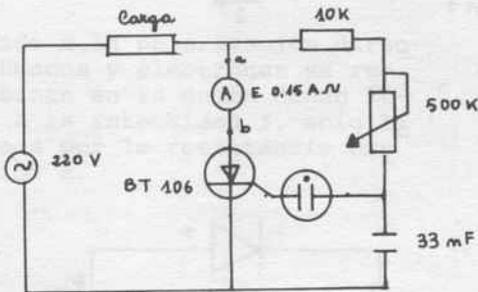

Fig. 75
P.6.- Sustituir el condensador del circuito anterior (fig.75) por la LDR con la cajetilla cerrada pero con el tubito de entrada de luz.